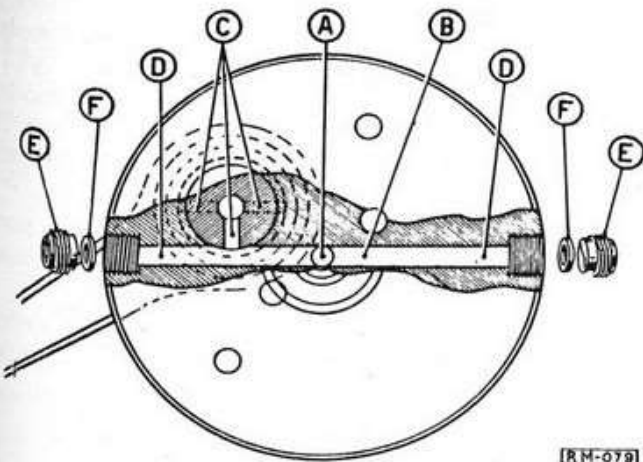

Fig. 79 - Filtro-separatore centrifugo dell'olio, nel volano lato sinistro.
163 Ogni volta che il carter viene aperto per una ragione qualsiasi, è necessario svitare i due tappi (E) del separatore centrifugo che ha sede nel volano di sinistra. Si toglieranno poi con una bacchetta di acciaio a testa tronca tutti i depositi che si sono accumulati sotto i tappi, alle due estremità del foro diametrale. (fig. 79) Operare tenendo il foro orizzontale e il perno di manovella rivolto verso l'alto, per evitare che qualche residuo cada e si inoltri nel canaletto di lubrificazione del perno di manovella. Sempre tenendo l'albero nella stessa posizione, e con l'aiuto della bacchetta, far passare nel foro un batuffolo di straccio; soffiare successivamente con un getto non troppo violento di aria compressa dal foro che si trova dal lato del perno di manovella, controllando così che il canale sia completamente sgombro.